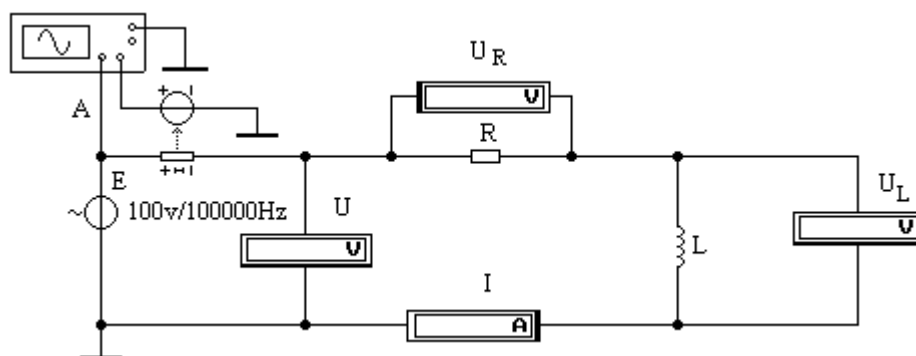

Рисунок 1 - Схема исследования RL - цепи.
1. Собрать схему электрической цепи (рисунок 1).